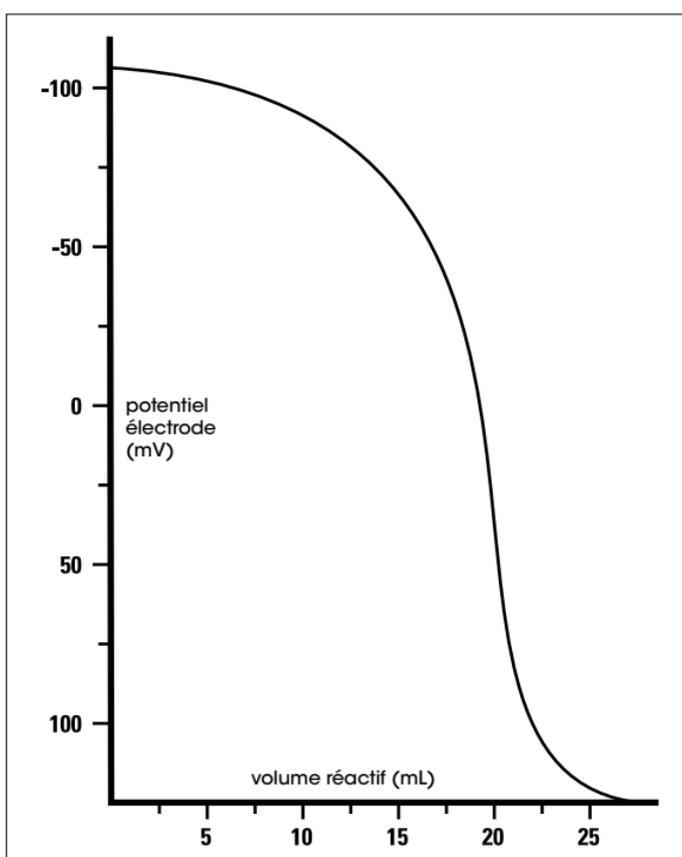

Figure 3 – Titration de $0,114 \text{ mol/L } F^-$ avec $0,1 \text{ mol/L de } La(NO_3)_3$
3. Modifiez un modèle de titrage 'EQP' disponible sur le titreux Tx Excellence ou G20 Compact et réalisez un titrage au point d'équivalence (EQP). Le point d'équivalence correspond au point de la plus grande pente (point d'inflexion) de la courbe de titrage. Voir **Figure 3**. Le volume à l'EQP, VEQ, est utilisé pour le calcul du titre de la solution titrée de nitrate de lanthane. Rincez et séchez l'électrode.